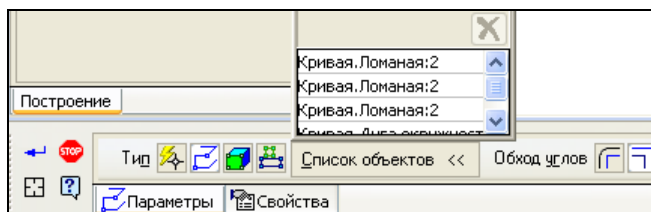

Рис. 7.2. Панель свойств команды **Контур**
- ♦ вызовите команду **Контур** , нажав кнопку на панели **Пространственные кривые**. На Панели свойств на вкладке **Параметры** (рис. 7.2) выберите тип контура с помощью переключателей группы **Тип** или команд контекстного меню: